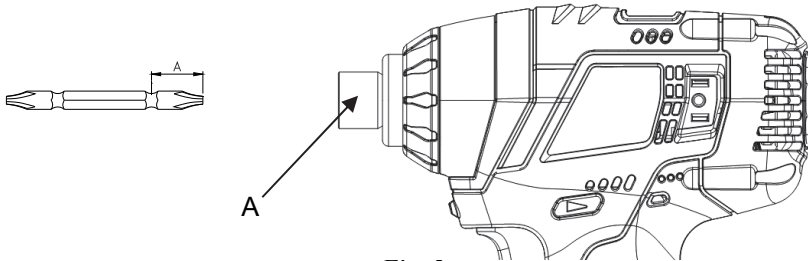

Fig. 3
1. Tire de la manga guía hacia adelante. (ver Fig. 3-A)